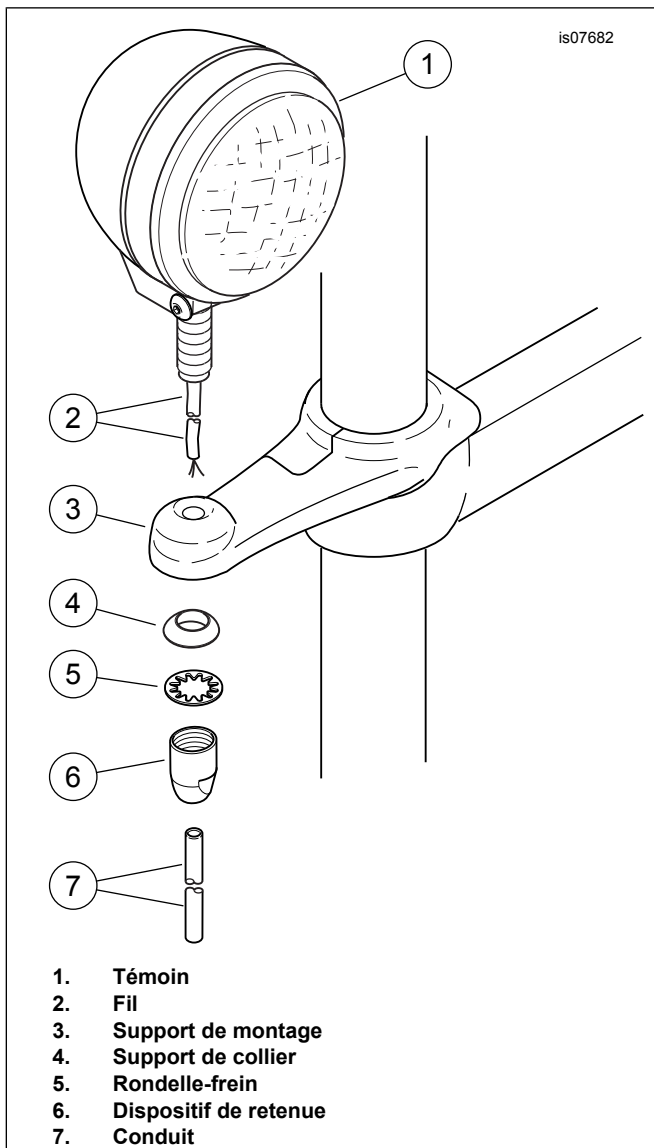

Figure 2. Installer le feu (côté droit illustré)
2. Voir Figure 2. Acheminer le fil (2) du feu **bleu** (1) par le support de montage (3). Attacher le feu au support avec un bloc de serrage (4), une rondelle-frein (5) et une retenue (6). Serrer la retenue à un couple de 22–24 N·m (16–18 ft-lbs).
3. Glisser le conduit (7) sur le fil de feu.